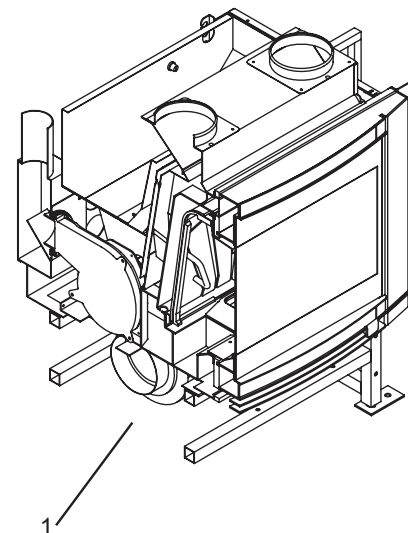

Fig. 6.3.2
El ventilador de aire (1) se coloca en la parte posterior baja de la estufa (Fig. 6.3.2).